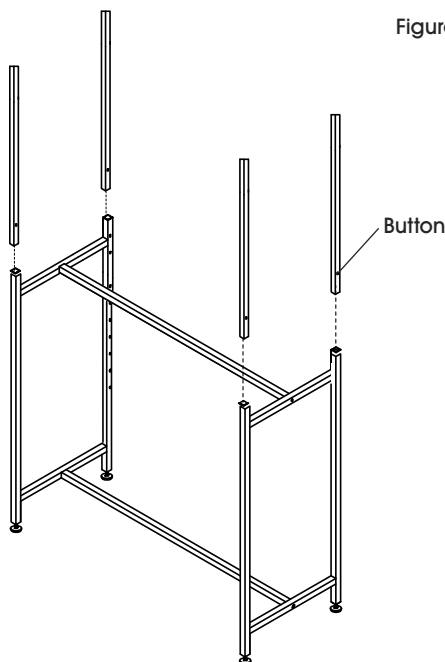

Figure 2
3. Remove bolts from top end of each post. Slide posts into holes at the top of each frame. (See Figure 2)
NOTE: Press the button on the inside of the post before inserting the post into the frame. (See Figure 2)
3. Retirez les boulons de l'extrémité supérieure de chaque montant. Insérez les montants dans les trous en haut de chaque cadre. (Voir Figure 2)
**REMARQUE :** Appuyez sur le bouton situé à l'intérieur du montant avant d'insérer le montant dans le cadre. (Voir Figure 2)